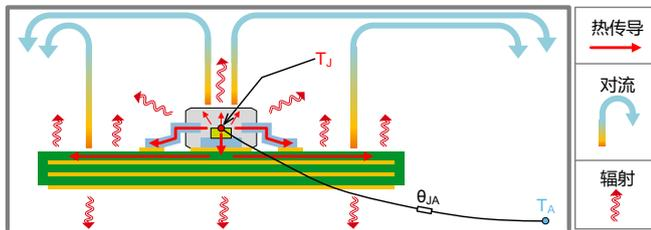

Figure 1. θ_{JA} 的定义
热阻 θ_{JA} 是从器件 PN 结到周围环境温度的热阻。 θ_{JA} 的符号还有 R_{thJA} 、 $R_{\theta JA}$ 、Theta-JA。 θ_{JA} 用图表示的话就像 Figure1 一样。另外，如式 (1) 所示，结温度和周围环境温度的温差除以功率损耗 (热流量)。